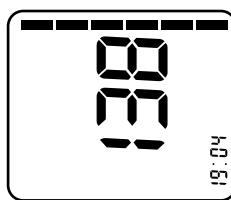

Bild 1
- Das Gerät durch Drücken der Start/Stop-Taste einschalten. Die Display-Komplettanzeige wird sichtbar (Bild 1).